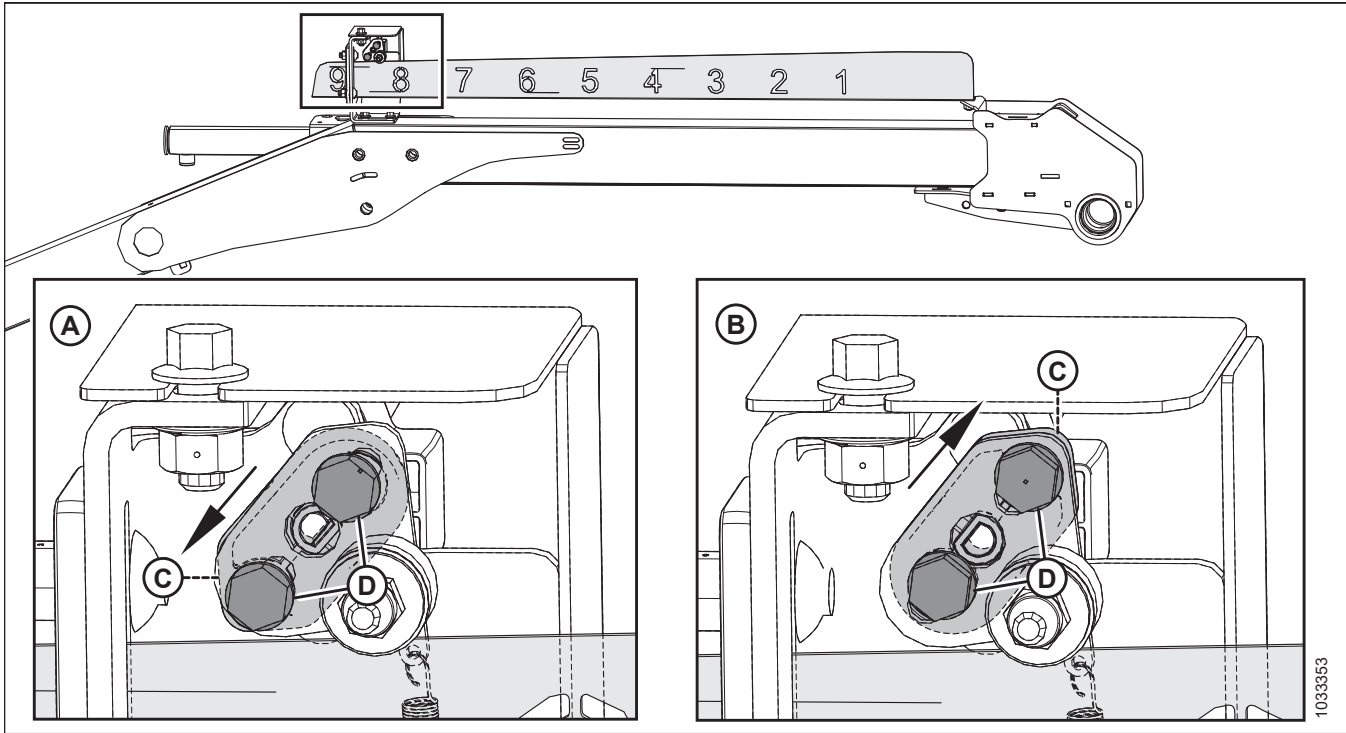

Рисунок 3.245: Конфігурації важеля датчика
3. Перевірте орієнтацію важеля датчика (C) і кріплення (D). Перевірте правильність конфігурації важеля датчика для своєї машини. Для цього див. рис. 3.245, стор. 190.